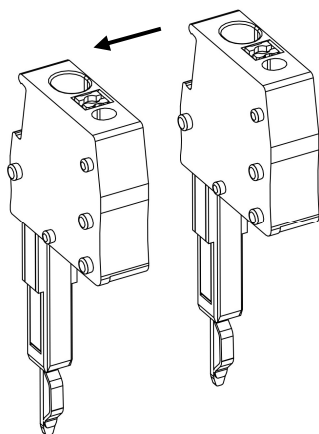
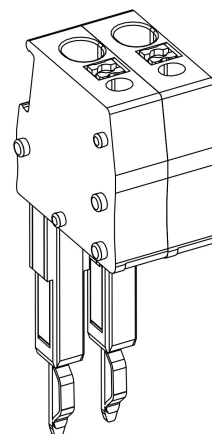

Рисунок 22 – объединение тестовых штекеров в блок
Рисунок 23 – блок из 2 тестовых штекеров
- Чтобы объединить **тестовые** штекеры в блок, используйте штекеры одинакового исполнения. Соедините штекеры между собой, вставив пазы в фиксаторы (рис. 22; рис. 23).